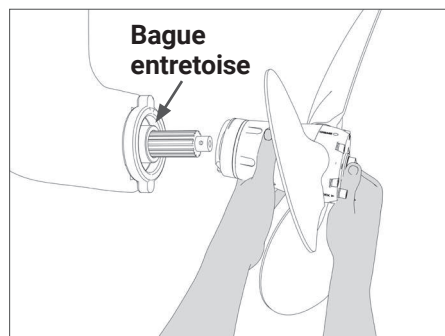

FIG. 1 | Insertion de l'hélice sur l'arbre Sail-Drive
- Introduire le groupe complet de l'hélice sur l'arbre du pied Sail-Drive (**Fig. 1 et 2**) et le maintenir dans cette position avant de le fixer.